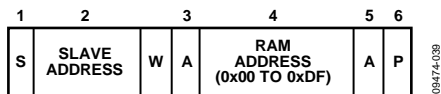

图28. 为后续读操作设置一个RAM地址
SMBus规范针对不同类型的读写操作规定了多种协议。图28至图36中用到了以下缩写：
- 向RAM写入一个寄存器地址，以接下来从同一地址读取一个单字节，或者从该地址开始块读取或块写入，如图28所示。